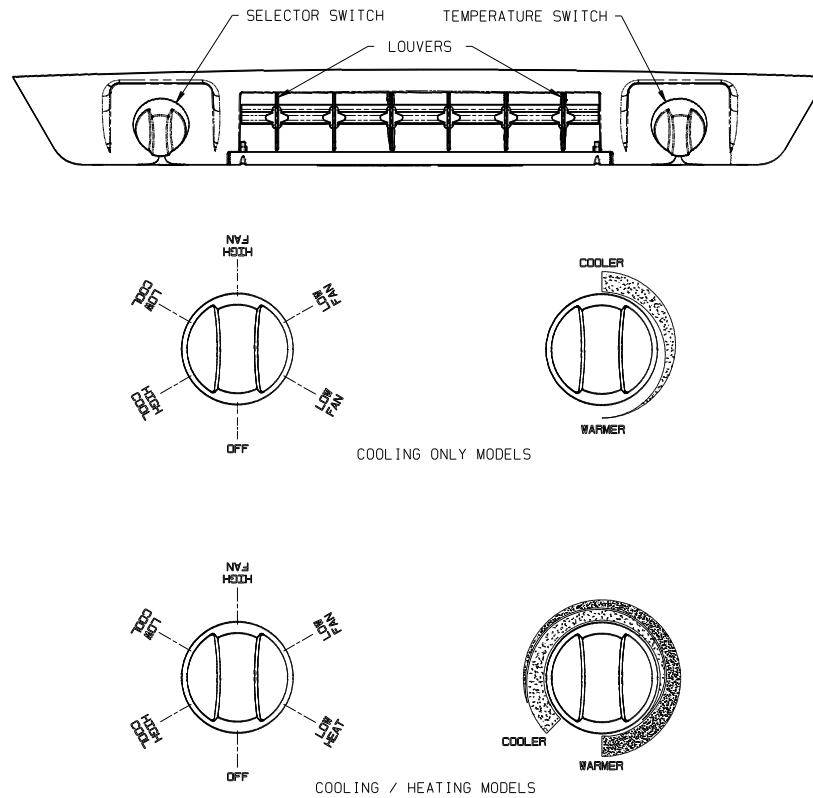

FIGURE 1
obtain any system function desired. System functions vary depending upon options of both the roof top unit and ceiling assembly. Figure 1 shows selector switch location and lists all available functions by model.
For “Heat/Cool” models, the thermostat also controls the “ON” and “OFF” temperature settings of the heater assembly (See Figure 1).
I. For Cooling (Refer to Figure 1, page 3)
IV. For Heating ("Elect-A-Heat" Ceiling Assembly Model Only) Refer to Figure 1, page 3)
V. For Air Circulation Only (Refer to Figure 1, page 3)
- A. Le sélecteur – le sélecteur détermine le mode de fonctionnement du climatiseur. En le tournant, l'opérateur peut obtenir toutes les fonctions du système voulues. Celles-ci varient selon les options de l'unité du toit et du plafond. Le figure 1 illustre l'emplacement du sélecteur et énumère toutes les fonctions disponibles par modèle.